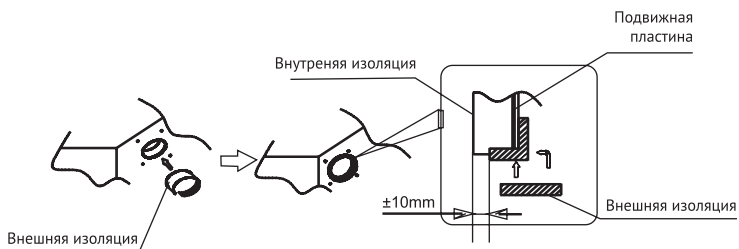

рис. 6-5
- Теплоизоляция должна плотно прилегать к краям отверстия в боковой панели и к внутреннему слою теплоизоляции (см. рис. 6-5).